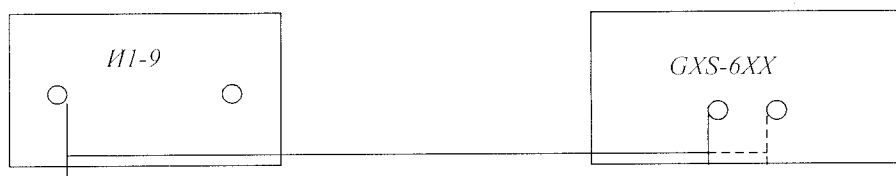

Рис.1
Проверка работы органов регулировки коэффициентов отклонения и развертки осуществляется путём подачи с калибратора И1-9 импульсов частотой 1 кГц и амплитудой 0,1 В поочередно на каждый из каналов проверяемого осциллографа. Схема соединения приборов приведена на рис.1.
8.6.3.1 Определение относительной погрешности коэффициента отклонения каждого канала производится методом прямого измерения при помощи калибратора осциллографов импульсного И1-9. Схема соединения приборов приведена на рис.1